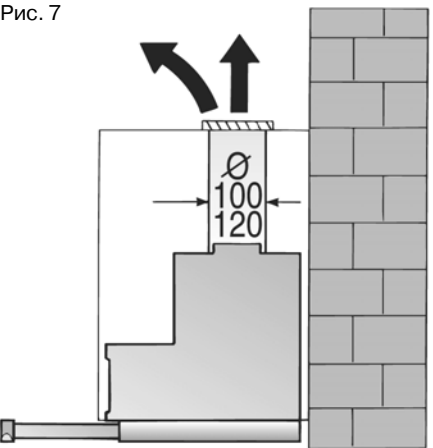

Рис. 8
Эта вытяжка предусмотрена для установки в основной шкаф со следующими размерами (рис. 8):
2. Наметьте на внутренних стенках шкафа справа и слева по две точки – места, где будет крепиться вытяжка (рис. 8).
- ❑ Для того, чтобы наметить места крепления вытяжки, воспользуйтесь прилагаемым шаблоном II (рис. 8).
- ❑ Места крепления вытяжки на шаблоне рассчитаны таким образом, чтобы можно было установить на корпусе планку с ручкой толщиной 20 мм (рис. 8).
Для этого шаблон II соответственно сдвиньте назад (рис. 8).